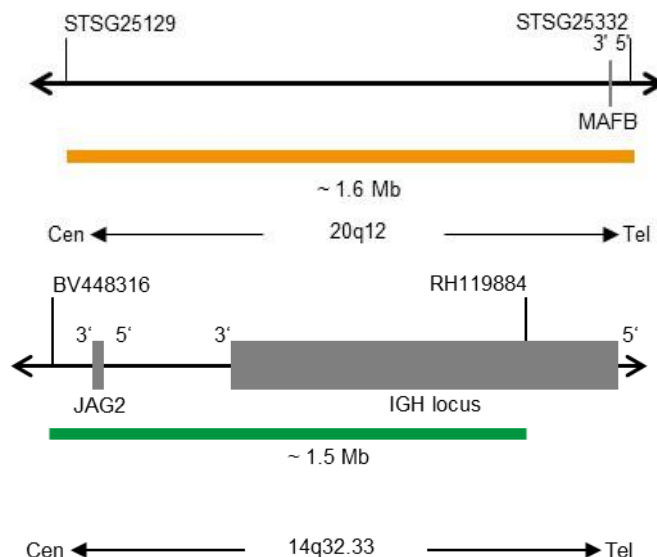

Fig. 1: Arriba: SPEC MAFB Mapa de la sonda; abajo: SPEC IGH Mapa de la sonda (no está a escala)
- Polinucleótidos marcados en naranja (excitación a 547 nm/emisión a 572 nm) ZyOrange (~6,0 ng/μl), dirigidos a secuencias localizadas en 20q12* (chr20:37,782,012-39,385,613) que albergan la región del gen MAFB (ver Fig. 1).
- Polinucleótidos marcados en verde (excitación a 503 nm/emisión a 528 nm) ZyGreen (~12,0 ng/μl), dirigidos a secuencias localizadas en 14q32.33* (chr14:105,462,169-106,995,000) que albergan el locus IGH (ver Fig. 1).